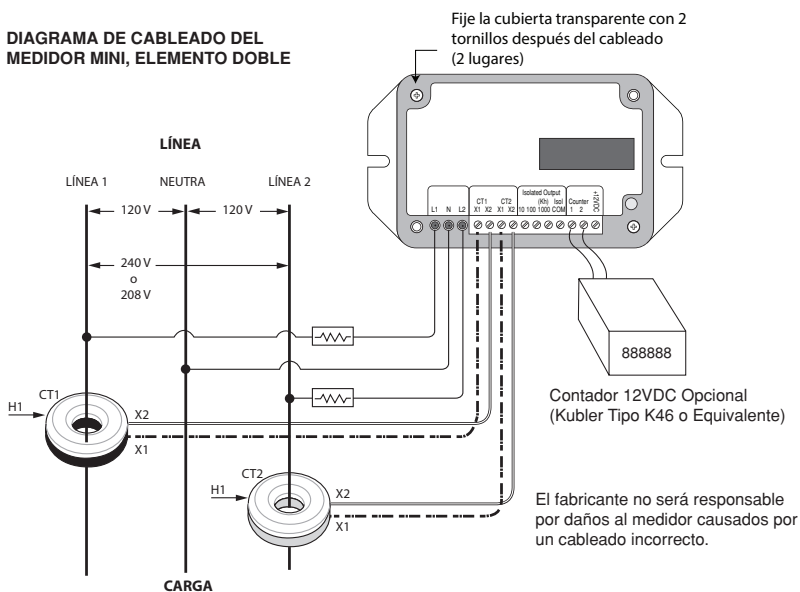

Figura 5 - Diagrama de conexión del Medidor Mini con elemento único y elemento doble
5. Siguiendo todos los códigos eléctricos nacionales y locales, conecte los cables a las ubicaciones adecuadas en el centro de carga. Los cables deben estar apretados de tal manera que se mantengan ajustados en su lugar, pero no debe apretarlos en exceso ya que esto puede comprimir y debilitar el conductor. Vea la Figura 5 para el diagrama de cableado del Medidor Mini.
NOTA: Si no se instalan los CTs en la orientación correcta y la fase correcta, esto dará como resultado lecturas del medidor inexactas. El diagrama de cableado del Medidor Mini se muestra en la Figura 5.